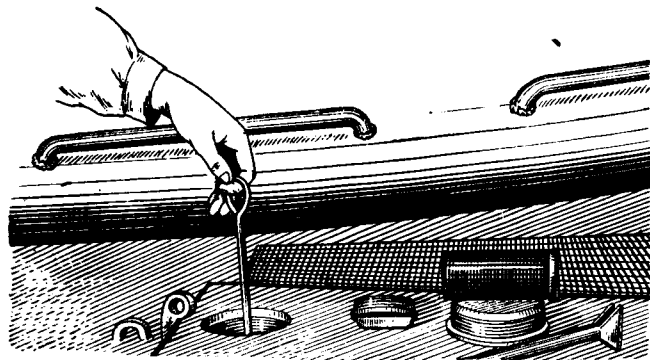

Рис. 5. Замер уровня масла в масляном баке
3. Очистить от пыли и грязи пробку заправочной горловины, отвернуть ее и проверить щупом уровень масла в баке (рис. 5).